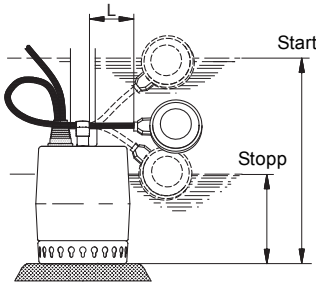

Fig. 6 Start-/stoppnivåer, Unilift KP-A
Den fria kabellängden (L) måste vara min. 70 och max. 150 mm för att nivåvippan ska kunna starta/stoppa pumpen. Se fig. 6.